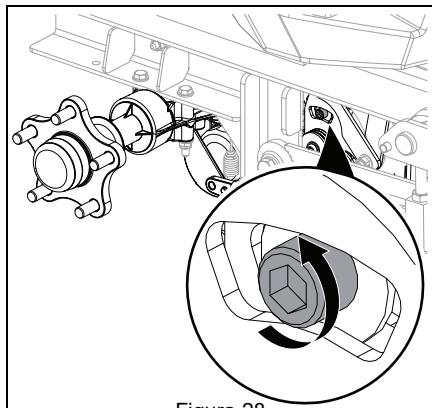

Figura 28
1. Allentare la vite di ritorno in folle sul cambio. Vedere Figura 28.